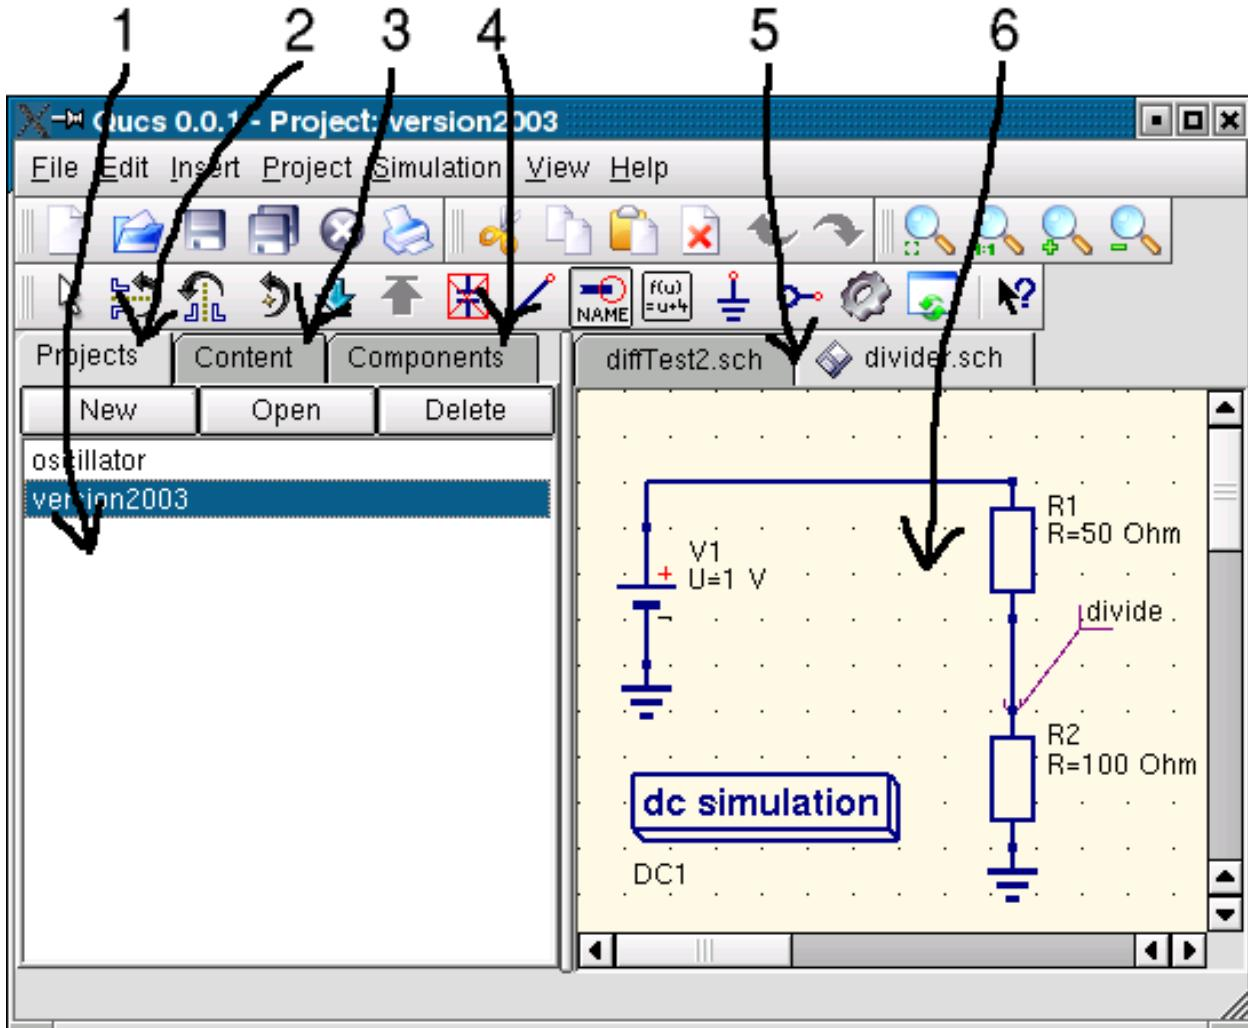

Figure 1 - La fenêtre principale de Qucs
Quand vous démarrez Qucs la première fois, il crée un répertoire « .qucs » dans votre répertoire de base. Chaque fichier est ensuite enregistré dans ce répertoire ou l'un de ses sous-répertoires. Après que Qucs s'est chargé, il ouvre une fenêtre semblable à celle de la figure 1. À droite se trouve l'espace de travail (6) qui contient les schémas, les graphiques, etc. Avec les onglets (5) du dessus, vous pouvez choisir aisément quelle feuille ouverte. À gauche de l'espace de travail se trouve une autre zone (1), dont le contenu dépend de l'état de l'onglet qui la surmonte : « Projets » (2), « Contenu » (3) et « Composants » (4). Au lancement de Qucs, l'onglet « Projets » (2) est actif par défaut. Comme il s'agit de la première fois que vous exécutez Qucs, la fenêtre est vide, puisque vous n'avez encore jamais travaillé sur un quelconque projet. Cliquez sur le bouton « Nouveau » juste au-dessus de la zone (1). Une boîte de dialogue apparaît. Tapez-y le nom de votre premier projet, par exemple : « premier » puis cliquez sur « OK ». Qucs crée alors un répertoire projet dans ~/qucs, « premier.prj ». Tous les fichiers inclus dans ce projet y seront par la suite enregistrés. Le nouveau projet est immédiatement activé (comme en témoigne la barre de titre de la fenêtre) et l'onglet actif passe alors à « Contenu » (3), ce qui signifie que les fichiers du projet courant sont affichés. Vous n'avez pas encore de fichiers, donc cliquez sur le bouton « Enregistrer » de la barre d'outils (ou utilisez l'entrée de menu : Fichier -> ; Enregistrer) pour enregistrer le document sans titre qui occupe l'espace de travail. Qucs vous demandera de baptiser ce nouveau fichier. Saisissez « premierschema » puis cliquez sur « Ok ».
Maintenant, nous allons simuler le point de fonctionnement du circuit de la figure (1). Activez l'onglet « Composants » ((4) dans la figure 1). S'affiche alors une réglette de choix intitulée du groupe (type) de composants à choisir, et, en-dessous, tous les composants faisant partie de ce groupe. Choisissez « Éléments localisés » et cliquez sur le premier symbole, « Résistance ». Lorsque vous amenez le curseur sur la zone de travail, vous voyez un fantôme de symbole de résistance accroché à la flèche. Un clic gauche fait pivoter ce fantôme d'un quart de tour, un clic droit place le symbole du composant sur la feuille. Saisissez ainsi tous les composants visibles figure 1. La source de tension se trouve dans le groupe « Sources », la masse dans le groupe « Éléments localisés » ou directement dans la barre d'outils ; la simulation désirée est définie par l'un des métasymboliques qui se trouvent dans le groupe « Simulations ». Pour modifier la valeur de la seconde résistance, double-cliquez la. Cela ouvre une boîte de dialogue où vous pouvez saisir la nouvelle valeur : ici $100\ \Omega$. Cliquez sur « Entrée » une fois terminé.
Enfin, vous devez nommer l'équipotentielle dont vous voulez calculer la tension. Cliquez sur le bouton « Nommer » de la barre d'outils (ou, par le menu : Insérer -> Nom d'équipotentielle), puis sur le fil voulu. Une boîte apparaît où vous pouvez saisir le nom. Saisissez « divide » et cliquez sur « Ok ». Votre circuit devrait ressembler plus ou moins à celui de la figure 1 (sauf pour les intitulés en français !).